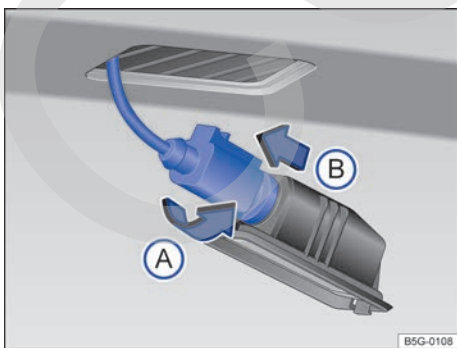

Fig. 194 Luz de matrícula: desmontaje del portalámparas.
- Gire el portalámparas en el sentido de la flecha → fig. 194 **A** y extráigalo junto con la lámpara en el sentido de la flecha **B**.